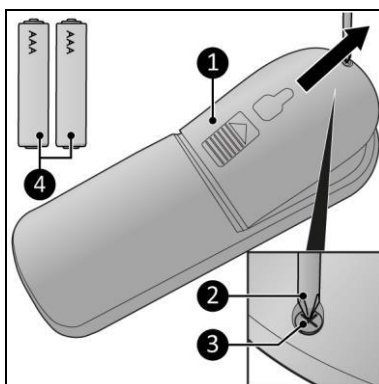

Figure 13
1. Retirez la vis (figure 13, pos. 3) avec un tournevis Phillips (figure 13, pos. 2).
2. Retirez le couvercle (figure 13, pos. 1).
4. Insérez deux piles (AAA 1,5 V) (figure 13, pos. 2) comme indiqué dans le compartiment à piles. Veillez à insérer les piles correctement.
5. Retirez les piles de la télécommande (figure 13).